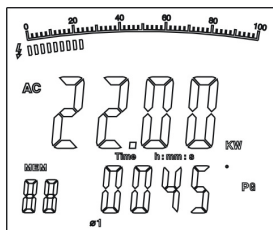

Figure 7
1. Appuyez sur SEL pour choisir la phase première , voyez la figure 7. Le doublé écran montre la valeur de puissance active kW et la valeur PG de la deuxième phase 1.